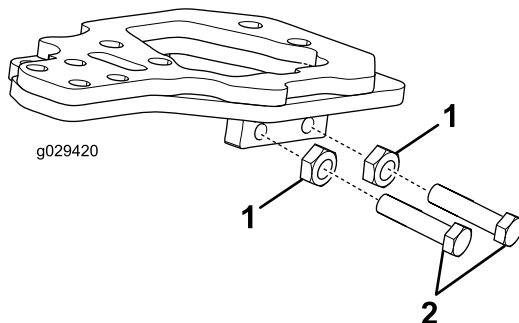

Figura 6
1. Instale 2 pernos (M14, Clase 10.9) y 2 tuercas de bloqueo (M14, Clase 10.9) en la placa de montaje superior como se muestra en Figura 6.